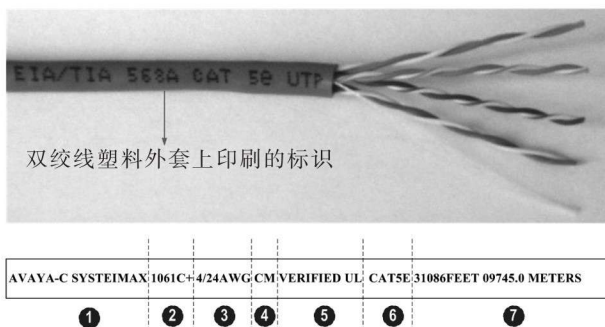

图 1-11 双绞线塑料外套上的印刷标识
下面以 AVAYA 的超五类 4 对非屏蔽双绞线为例,介绍双绞线的识别方法。双绞线塑料外套上的印刷标识可分成 6 部分(图 1-11),每部分的含义如下:
①仔细查看线缆的箱体包装是否完好。真品双绞线的包装纸箱,从材料质地到文字印刷都相当不错。而且,许多厂家还在产品外包装上贴上了防伪标签。双绞线绝缘皮上应当印有诸如产地、执行标准、产品类别、线长之类的字样(图1-11)。
②观察线类,五类线的标识是“CAT5”,超五类线的标识是“CAT5e”,六类线的标识是“CAT6”。在正品线的塑料包皮上印刷的字符非常清晰、圆滑,基本上没有锯齿状。假货的字迹印刷质量较差,有的字体不清晰,有的呈严重锯齿状。还有,正品五类线所标注的是“CAT5”字样,超5类所标注的是“CAT5e”字样,而假货通常所标注的字母全为大写如CAT5E字样。你可以用力擦一下这些字,假货很容易会掉颜色。
③手感。正品线手感舒服,外皮光滑,假线为节省成本,采用劣质的线材,手感发黏,有一定的停滞感。用力捏一捏双绞线,手感应当饱满,柔软适中。双手用力拉正规双绞线时,可以发现外皮都具有伸展性。因为许多正规厂商在制作双绞线时都考虑到双绞线在布线时经常需要弯曲,都给外皮留有一定的伸展性,而且尽量做到很柔韧,无论怎样弯曲都很方便,而且不容易折断和打结。一些不法厂商在生产时为了降低成本,在铜中添加了其他的金属元素,做出来的导线比较硬,不易弯曲,使用中容易产生断线。利用这个特点,我们可以把一段双绞线对折,正品线应该能够立即弹回。
④为了降低信号的干扰,双绞线电缆中的每一线对都以逆时针方向相互绞合(也称扭转)而成,同一电缆中的不同线对具有不同的绞合度。除线对的两条绝缘铜导线要按要求进行绞合外,电缆中的线对之间也要按逆时针方向进行绞合。如果发现电缆中所有线对的扭转密度相同,那多数是假的了,那是非正规厂商为了简化制造工艺才这样做的。再看看线对中两根导线的扭转密度是否符合技术要求,可以事先拿一段五类或者超五类双绞线去,然后在购买时进行比较就可以了。一般五类UTP中线对的扭转度要比三类密,超五类则要比五类密,假线通常密度很小。最后,看看线对的扭转方向是否按逆时针方向进行绞合。
⑤查看芯线颜色。用剪刀剪掉一小截线外面的塑料包皮,剥开双绞线的外层胶皮后,便露出4对芯线,可以看到里面由颜色不同的4对芯线组成(白橙、橙、白绿、绿、白蓝、蓝、白棕、棕)。这些颜色不是后来用染料染上去的,而是使用相应颜色的塑料制成的,可以用力擦一下看看是否掉颜色。
⑥查看双绞线是否具有阻燃性。为了避免受高温或起火而引起的线缆损坏,双绞线最外面的一层包皮应具有阻燃性。大家可以将双绞线放在高温环境中测试一下,看看在35℃至40℃时,双绞线外面的胶皮会不会变软,正品双绞线是不会变软的。或者用打火机直接对着外皮燃烧,双绞线的外皮会在烧烤之下逐渐熔化变形,但不应当燃烧。
⑦测试双绞线的实际传输速度。部分双绞线生产厂商在五类双绞线标准推出后,便将原来用于三类线的导线封装在印有五类双绞线字样的电缆中出售。这种制假手段很隐蔽,肉眼也很难分辨。这种假双绞线在短距离内也可达到五类线的传输速度,但在距离长的时候就会出现传输速度慢、传输的数据包丢失或干脆检测不到信号等问题。